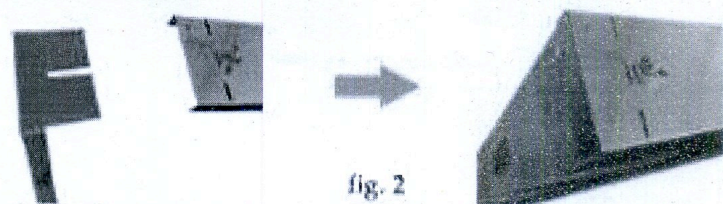

fig. 2
2. Posizionare il montante laterale in modo che si accoppi alla traversa superiore, quindi bloccare con le apposite viti. (come in fig. 2)